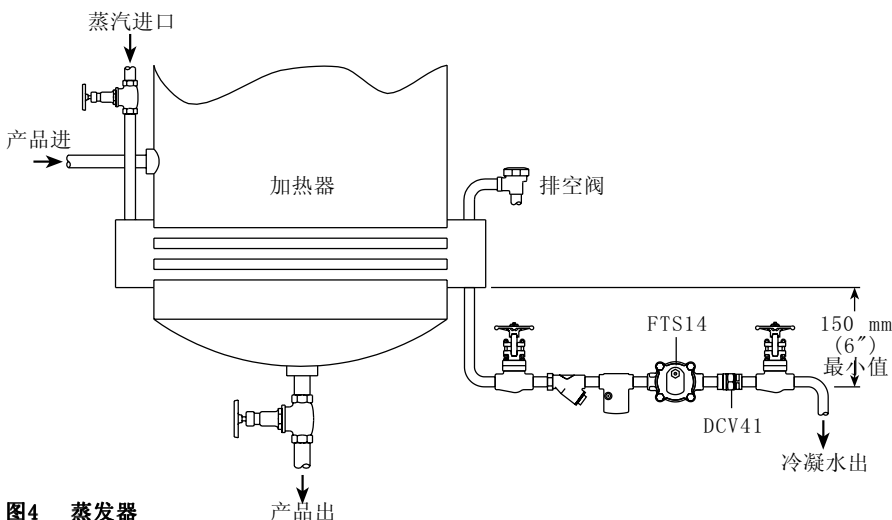

图4 蒸发器
3.8 当蒸汽疏水阀排向的冷凝水回收管道存在背压，那么在疏水阀的下游要安装止回阀。典型状况为疏水阀后冷凝水管提升。止回阀将防止在入口压力降低或蒸汽管道关闭的情况下蒸汽管道积水。要用合适的止回阀如斯派莎克DCV41，见图4。